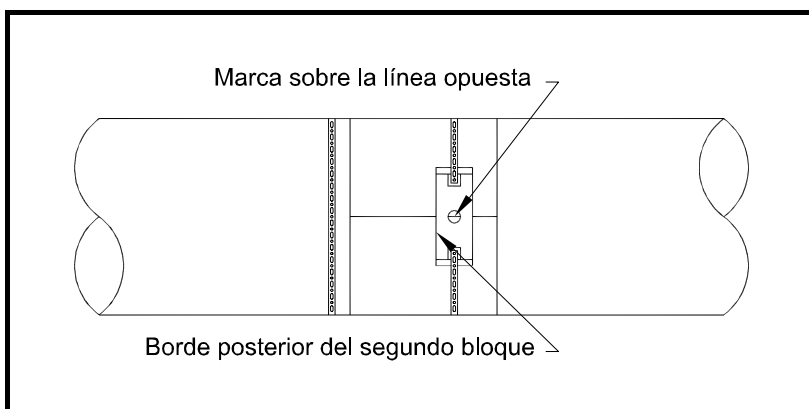

Figura 36: Alineación del borde trasero del soporte con la línea de 180°
4. Alinee el *otro* borde del soporte del alojamiento CFG-PI con la línea y apriete la cadena o correa (consulte la Figura 36).